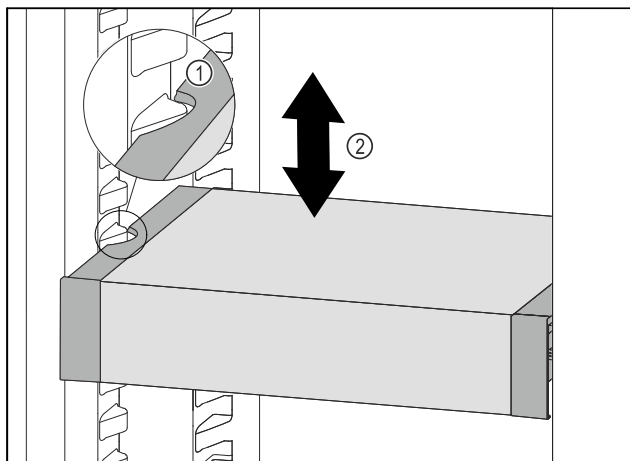

Fig. 103
- ▶ Tirare VarioSafe in avanti fino a quando le cavità laterali di VarioSafe non si trovano al livello della nervatura del contenitore nel vano frigorifero. Fig. 103 (1)
- ▶ Spostare VarioSafe verso l'alto o verso il basso nel vano frigorifero fino a raggiungere l'altezza desiderata. Fig. 103 (2)